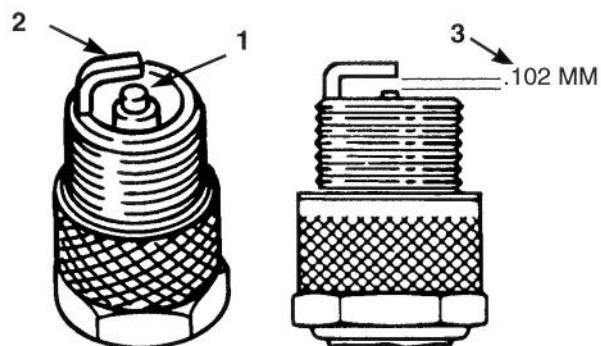

Bild 22
1. Die Mitte der Zündkerze anschauen (Bild 22). Wenn das Isolierteil hellbraun oder -grau ist, läuft der Motor richtig. Ein schwarzer Überzug bedeutet häufig einen verschmutzten Luftfilter.
2. Den Abstand zwischen der zentralen und seitlichen Elektrode feststellen (Bild 22). Bei falschem Abstand die seitliche Elektrode entsprechend verbiegen (Bild 22).